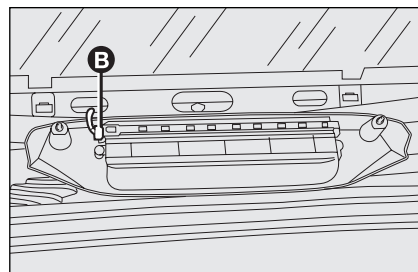

fig. 38
- ☐ scollegare il connettore **B-fig. 38** e asportare il gruppo ottico;